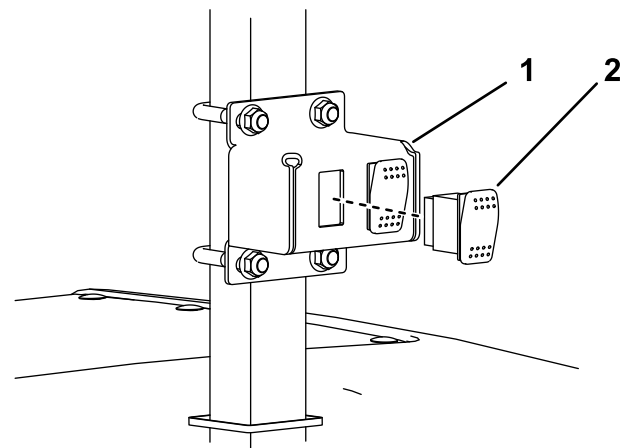

Figur 12
Obs: Kontakten för varningslampan kan gängas ut ur uttaget för varningslampan för anslutning (Figur 12).
5. Montera varningslampan i fästet enligt Figur 12.